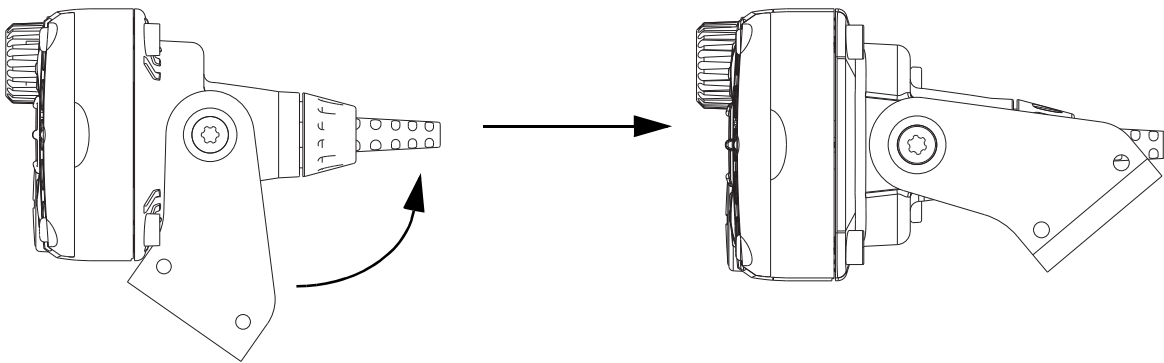
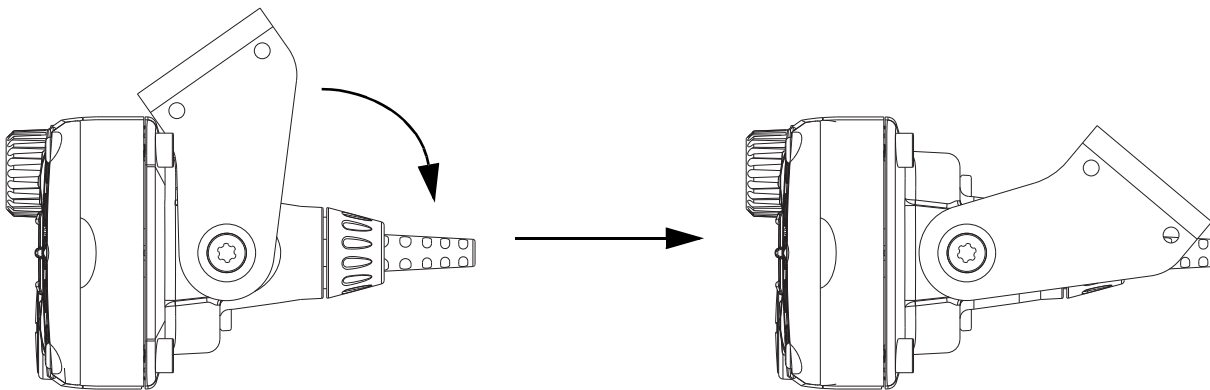

Abbildung 18 Aufwärtsbewegung
Abbildung 19 Abwärtsbewegung
3. Es gibt zwei Möglichkeiten, die Motorradhalterung zu montieren. Bei beiden Varianten ist der Bewegungsradius auf 77 Grad beschränkt, wie in Abbildung 18 und Abbildung 19 zu sehen ist: